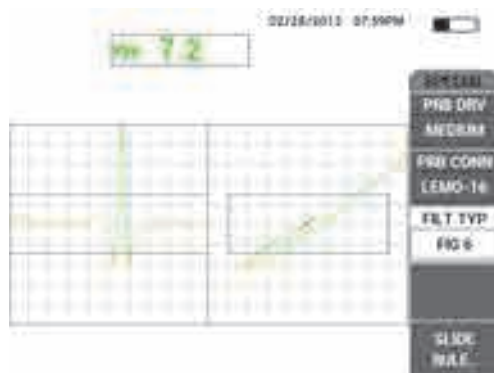

Рис. 5-62 Фильтр Фигура 6
5. Нажмите клавишу меню MAIN FILTER (⊗), затем установите **ТИП ФИЛЬТРА** (клавиша C) на **FIG 6** (см. Рис. 5-62 на стр. 176).